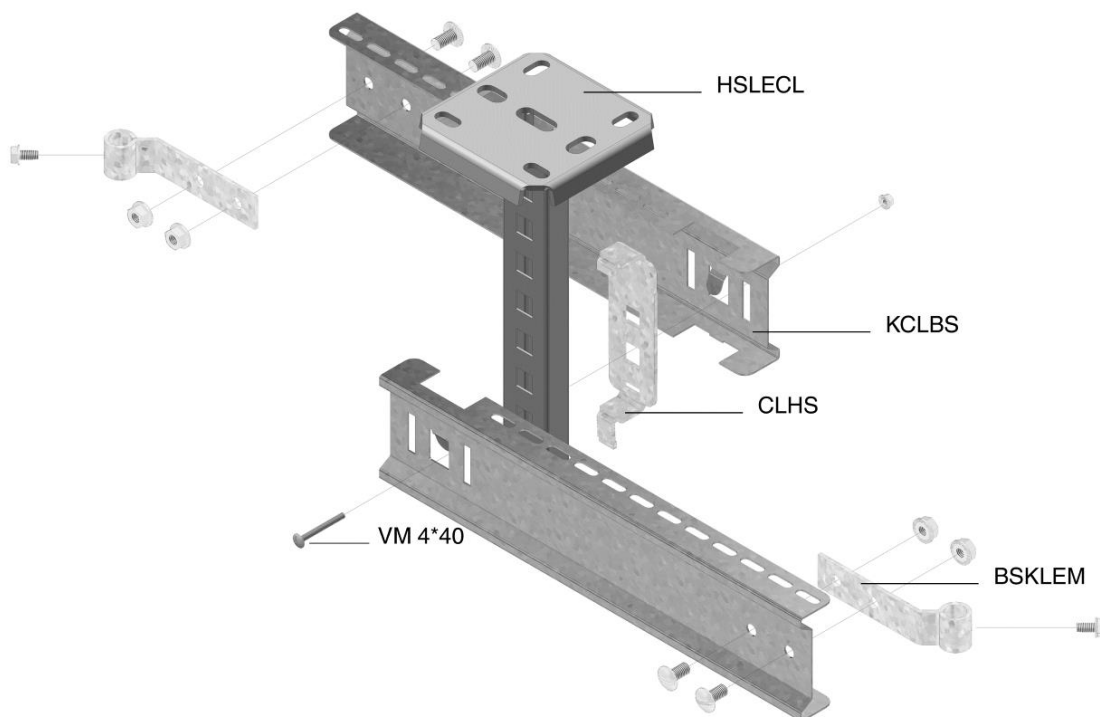

Рисунок 3 - Потолочный монтаж с использованием шпильки TIM, потолочной стойки HDHSLECL и консоли KCLBS. Шпилька условно не показана.
Рисунок 3 а - Потолочный монтаж с использованием шпильки (HD)TIM, I6TIM, опоры KPCL, профиля MPCL41.21 и консоли KCLBS (KCL)